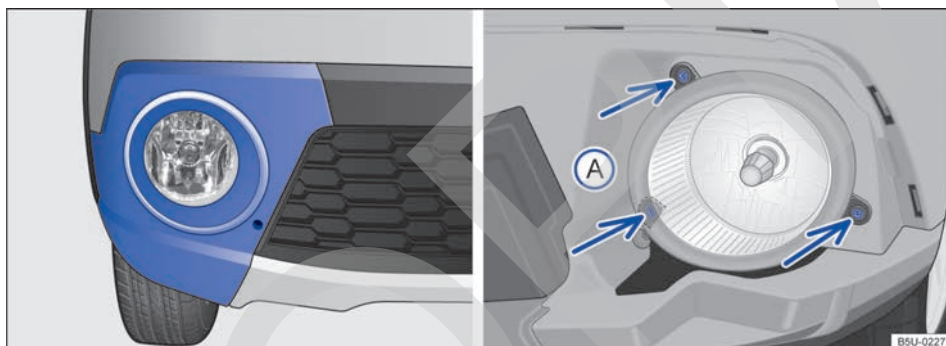
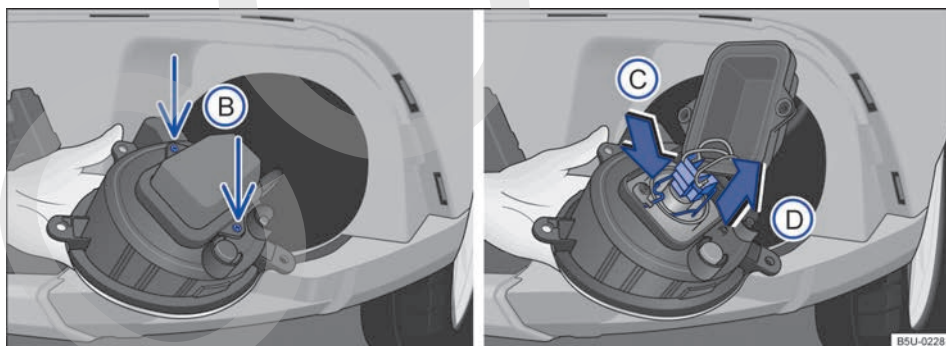

Fig. 193 En el paragolpes delantero: desinstalar el farol de neblina.
Fig. 194 Desmontar la cubierta para acceder a la lámpara del farol de neblina.
2. Retirar la cubierta del paragolpes ⇒ fig. 193 (región azulada), tirar hacia adelante.
3. Remover los tornillos de fijación ⇒ fig. 193 (A) (flechas).
5. Remover los tornillos de fijación de la cubierta de acceder a la lámpara del farol de neblina ⇒ fig. 194 (B).
6. Desencajar el conector de alimentación de la lámpara en el sentido de la flecha (D).
7. Comprimir el resorte de bloqueo en el sentido de la flecha ⇒ fig. 194 (C) y desplazarlo, para desbloquear la lámpara.
11. Presionar el resorte de bloqueo (C) y encajarlo en el soporte para fijar la lámpara incandescente.
13. Volver a colocar y ajustar los tornillos de fijación (B) de la cubierta de acceso a la lámpara.
15. Volver a colocar y ajustar los tornillos de fijación ⇒ fig. 193 (A).
16. Encajar la cubierta del paragolpes ⇒ fig. 193 (zona azulada).